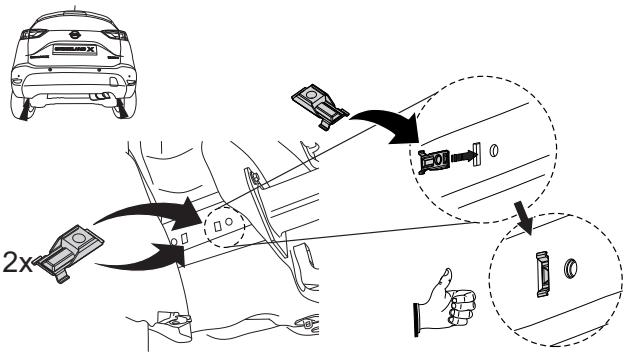

Fig. 2
6. Поставить гайки от кузовав точках B и F. См. рисунок 2.